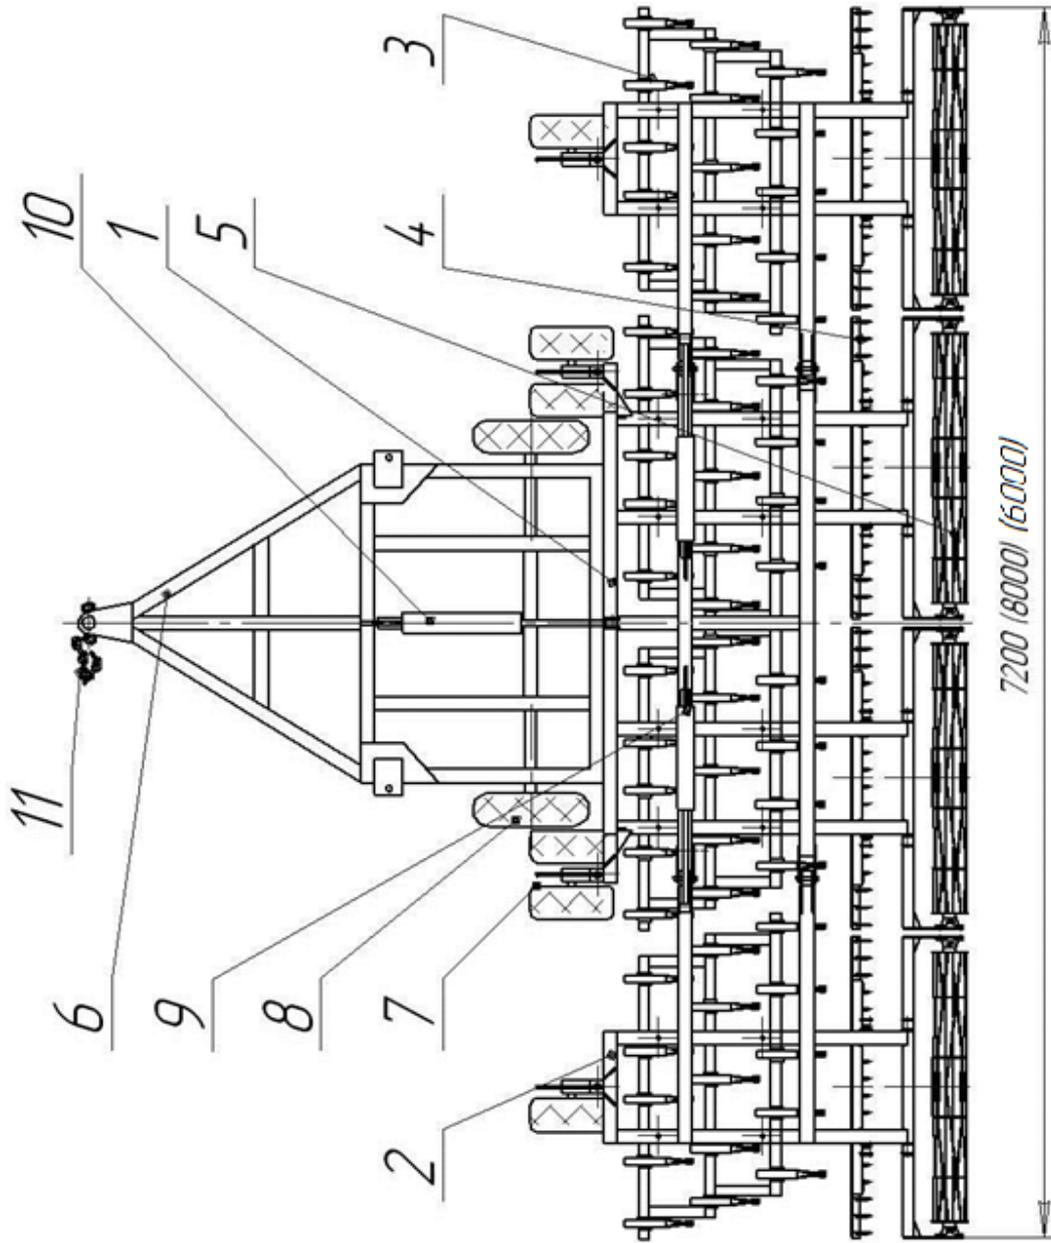

Рис.1 Схема культиватора КБМ-7,2 (КБМ-8,0; КБМ-6)
Рис.1а Схема культиватора КБМ-10.8
Рис. 1б Схема культиватора КБМ-14,4
*Рис.1в Культиватор прицепной КБМ*
*Рис.1е Культиватор прицепной*
Рис.1е Культиватор полуприцепной (исполнение со сдвоенным катком).
Рис.1з Культиватор прицепной КБМ-10,8